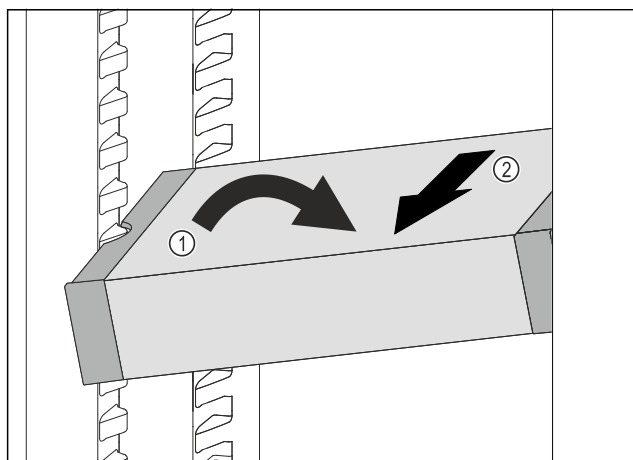

Fig. 200
- ▶ Расположите VarioSafe в холодильном отделении под наклоном. *Fig. 200 (1)*
- ▶ Извлеките VarioSafe движением вперед. *Fig. 200 (2)*